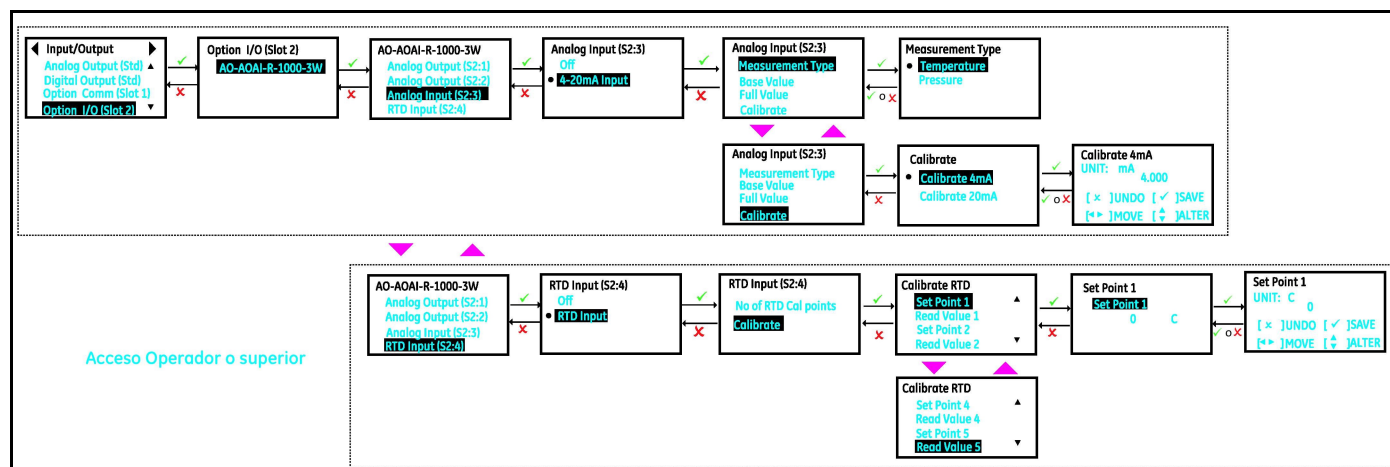

Figura 65: Configurar una entrada analógica/RTD de E/S opcional
4. Si conecta una entrada analógica, seleccione la opción **[4-20mA]**. La Figura 65 muestra las opciones disponibles.
2. Siga los pasos de la sección "Páginas de inicio de sesión y principal" para acceder a la página de configuración de *entrada/salida*. Consulte la Figura 65, resalte **[Option I/O (Slot 2)]** y pulse **[ENTER]**.